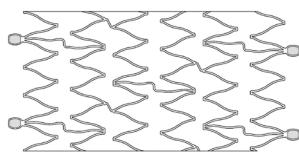

Figure 2 – Stent en nitinol
- Un stent auto-expansile en alliage de nickel-titan (nitinol), comme décrit sur la Figure 2. Le stent est une prothèse tubulaire maillée fine et flexible, de conception hélicoïdale, qui atteint son diamètre maximal après déploiement dans le vaisseau cible. Après déploiement, le stent exerce une force radiale vers l'extérieur sur la surface lumineuse du vaisseau afin d'assurer la perméabilité.